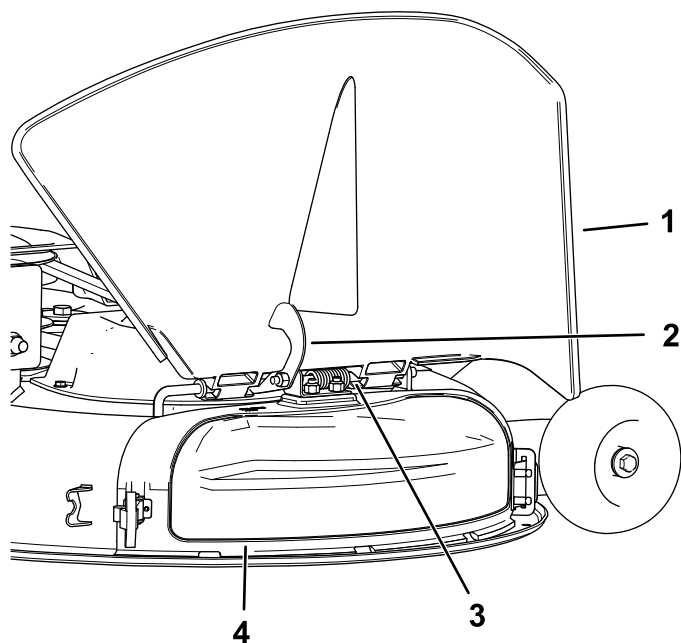

Figura 4
4. En la parte superior de la tapa de descarga, enganche el cierre en forma de gancho alrededor de la varilla del deflector (Figura 4).
4. Suelte el cierre en forma de gancho situado encima de la tapa de descarga de la varilla (Figura 4).